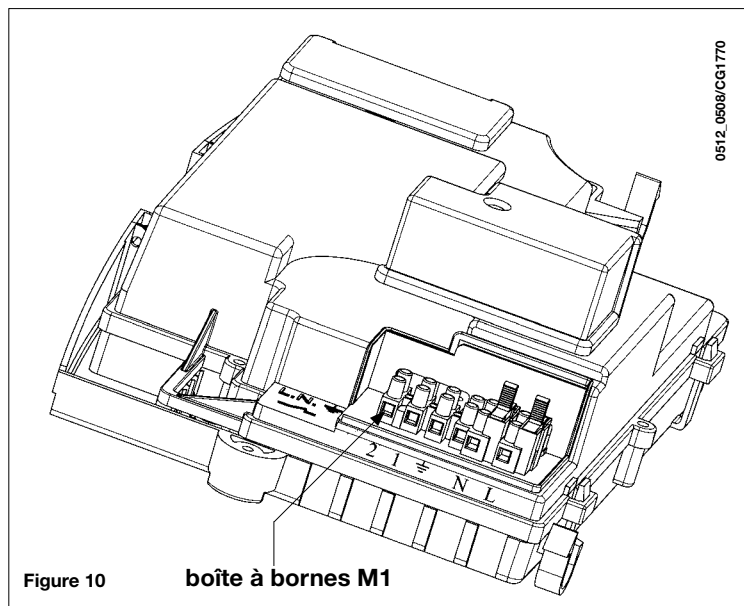

Figure 10
- ôter le couvercle et accéder aux branchements électriques (figure 10).
- accéder à la plaque à bornes d'alimentation (figure 10) ;
- relier les fils du thermostat d'ambiance aux bornes (1) et (2) ;